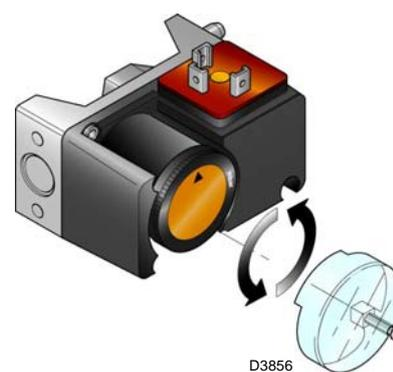

Fig. 33
- Régler le pressostat gaz maximum (Fig. 33 à la page 37) en fin d’échelle.
Régler le pressostat gaz maximum (Fig. 33) après tous les autres réglages du brûleur avec le pressostat gaz maximum réglé à fin d'échelle.